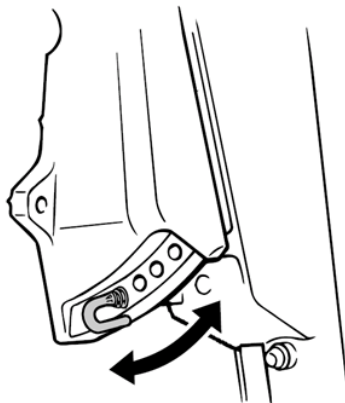

Рис. 25 Шток установки угла дифферента
Вертикальный угол дифферента подвесного лодочного мотора регулируется установкой штока в одно из имеющихся регулировочных отверстий (Рис. 25).
- Вытяните шток из кронштейна крепления и вставьте его в следующее регулировочное отверстие (Рис. 25).